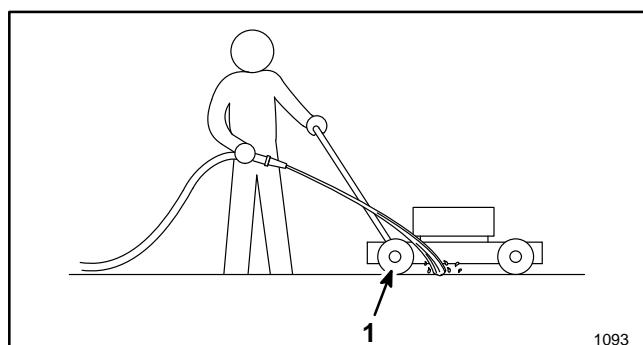

Abbildung 36
4. Den laufenden Gartenschlauch auf Handgriffhöhe halten und den Wasserstrahl etwas vor dem rechten Hinterreifen auf den Boden lenken (Abb. 36). Das sich drehende Messer saugt das Wasser unter das Gehäuse und wäscht das Schnittgut heraus. Das Wasser einige Minuten lang oder solange laufen lassen, bis kein Schnittgut mehr von unter dem Mäherchassis herausgewaschen wird.